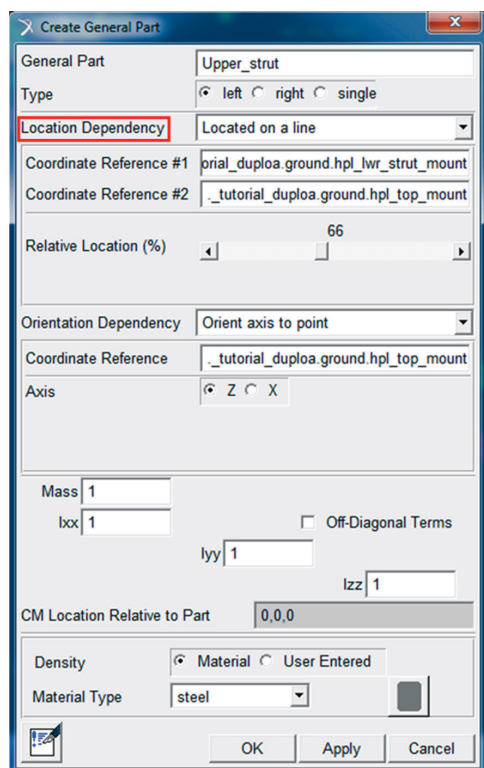

Figura 5.69 – Janela relativa à construção do *General Part* “Upper\_strut”.
A janela *Create General Part* será aberta e seus campos deverão ser preenchidos, conforme a Figura 5.69.
*A notar: A escolha da aba Location Dependency como Located on a Line, Figura 5.69, permite que o General Part “Upper\_strut” se situe a 66% da distância entre os dois Hardpoints especificados como coordenadas #1 e #2, medido relativamente à coordenada #1.*